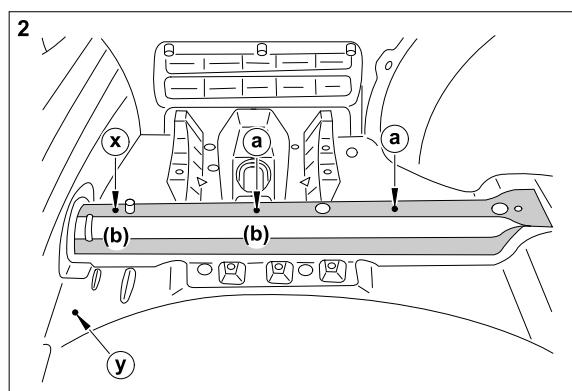

Bild 2: Borra hål i bagaget vänster
- 5.) Borra ett hål Ø till kabelgenomföringen genom bagagegolvet vid körmärke position "y", se bild 2.